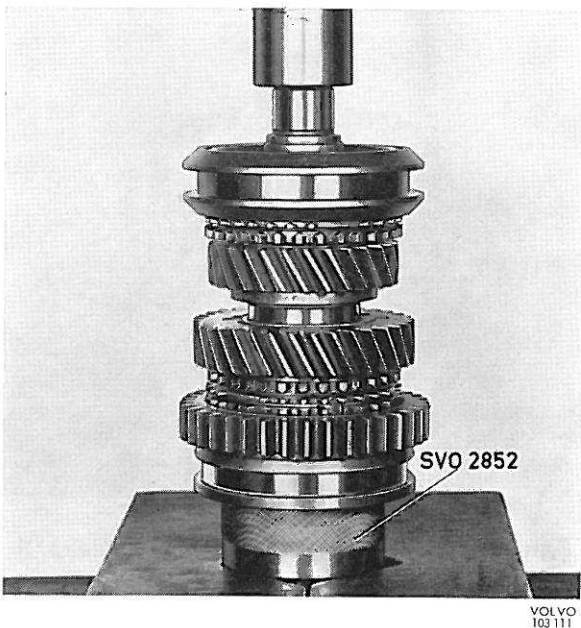

Figure 22. Montage du synchronesh
3. Poser la bague 2852 dans une presse et remonter le synchronesh et le pignon. Monter le roulement à aiguilles et enfoncer l'arbre secondaire en se référant à la figure 22. Tourner alors le pignon de 3ème vitesse pour s'assurer que ce dernier, de même que le roulement à aiguilles, se montent correctement. Essayer un jonc de verrouillage qui remplit tout l'espace requis et le monter.
4. Poser sur la bague 2852 le synchronesh de 1ère et 2ème vitesses, l'embrayage-cône, le pignon de 2ème et le roulement à rouleaux, en veillant à ce que la couronne dentée sur la couronne d'accouplement soit tournée vers l'avant et à ce que les commandes descendent correctement dans les gorges correspondantes sur l'embrayage-cône. Enfoncer l'arbre secondaire en se référant à la figure 22. Tourner alors le pignon de 2ème vitesse pour en éviter le coincement. Essayer un jonc de verrouillage qui remplit tout l'espace requis et le monter.